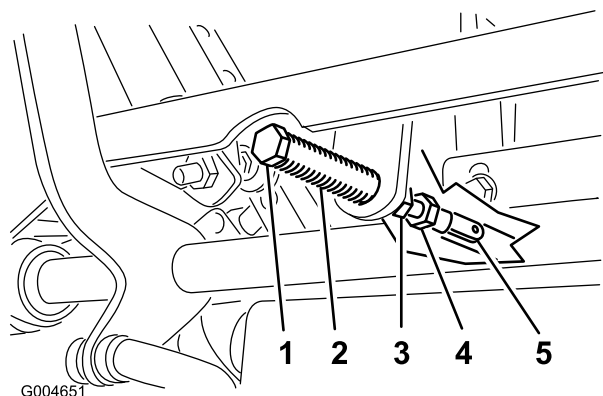

Figure 88
5. Tirez-le ensuite en arrière jusqu'à ce que l'axe de chape (situé sur un bras au-dessus de l'axe de pivot) touche l'extrémité de l'encoche (c.-à-d. commence juste à appuyer sur le ressort), comme montré à la Figure 88.
7. Si un réglage s'impose, desserrez l'écrou et l'écrou de blocage vissés contre la chape (Figure 88).
8. Appliquez une légère pression à l'arrière du levier, et tournez la tête du boulon de réglage dans le sens voulu pour centrer le levier à la position de VERROUILLAGE AU POINT MORT (Figure 88).
9. Serrez l'écrou et l'écrou de blocage (Figure 88).
10. Serrez les écrous de blocage contre les rotules (Figure 88).